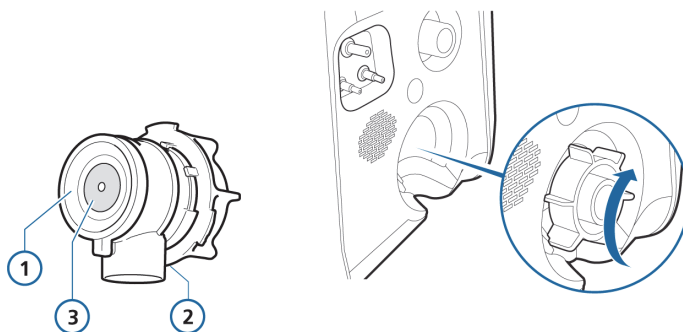

Figura 2-3. Instalação da válvula expiratória
1. Segure o invólucro da válvula expiratória (Figura 2-3) e posicione a membrana de silicone no invólucro.